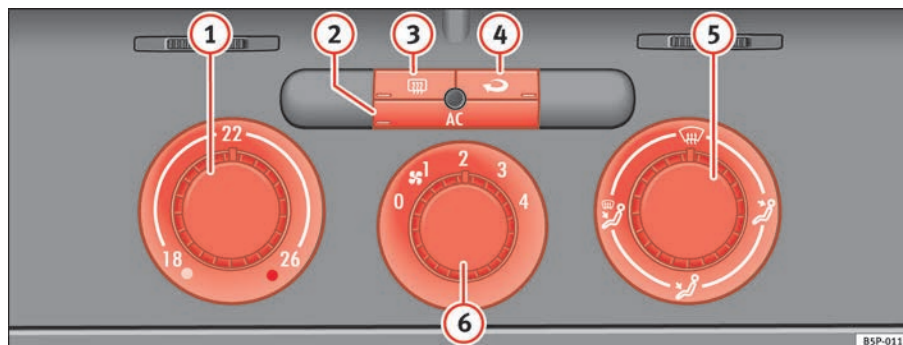

Fig. 129 Mandos del Climatic en el tablero de instrumentos
- Con los reguladores ⇒ fig. 129 ① y ⑤ y con el mando ⑥ se regula la temperatura, la distribución del aire y la velocidad de la turbina.
- Pulse la tecla ②, ③ o ④ para activar o desactivar la función correspondiente. Cuando la función está activa, la ventana situada en la esquina inferior de la tecla se ilumina.
- ① Regulador de temperatura ⇒ página 162
- ② Tecla **AC** – Encender o apagar el grupo refrigerador ⇒ página 162
- ③ Tecla – Luneta térmica. Esta función se apaga automáticamente aproximadamente 20 minutos después de haberla conectado. Se puede desconectar antes pulsando de nuevo la tecla.
- ④ Tecla – Recirculación de aire ⇒ página 164
- ⑤ Regulador de la distribución de aire ⇒ página 162
- ⑥ Mando de la turbina. El caudal de aire tiene 4 niveles de ajuste. La turbina debería funcionar siempre en el nivel más bajo cuando se circule a poca velocidad.
- Encienda el climatizador con la tecla ⇒ **página 161, fig. 129**